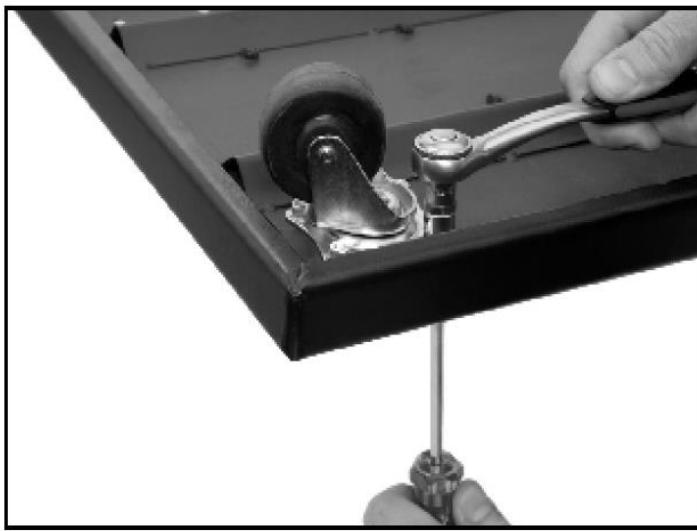

Рисунок 2. Установка поворотных роликов.
2. Установите поворотные ролики на основание с помощью шестнадцати винтов с крестообразной головкой M5-.8 x 10, гаек и шайб (см. рис. 2).